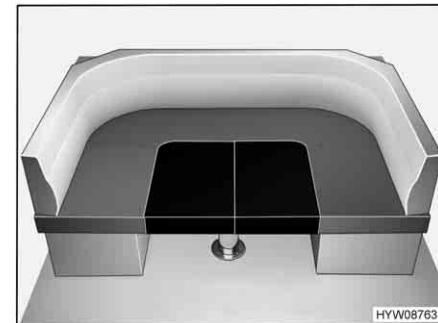

Fig. 65 Dopo la trasformazione
- Sistemare i due cuscini aggiuntivi (raffigurati in nero) come illustrato nella Fig. 65.